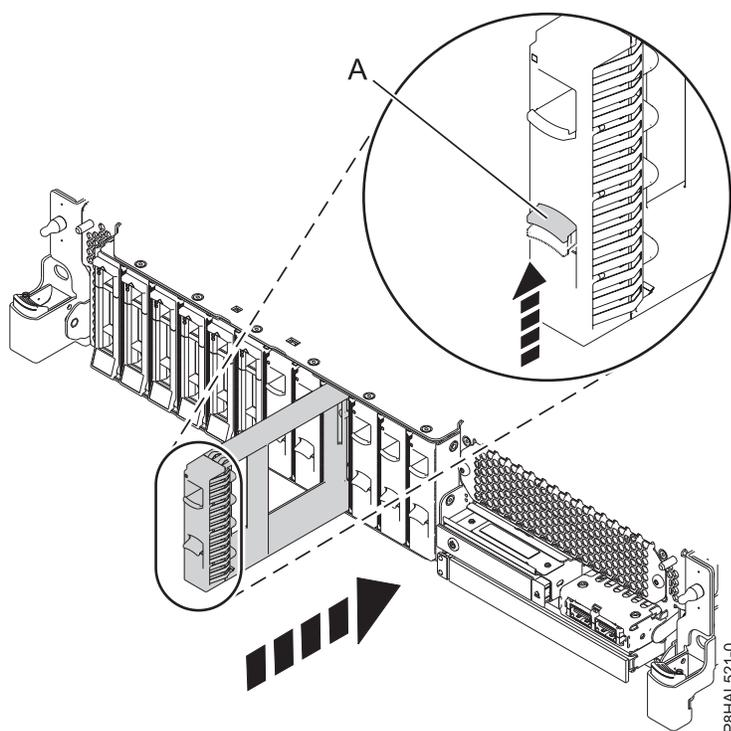
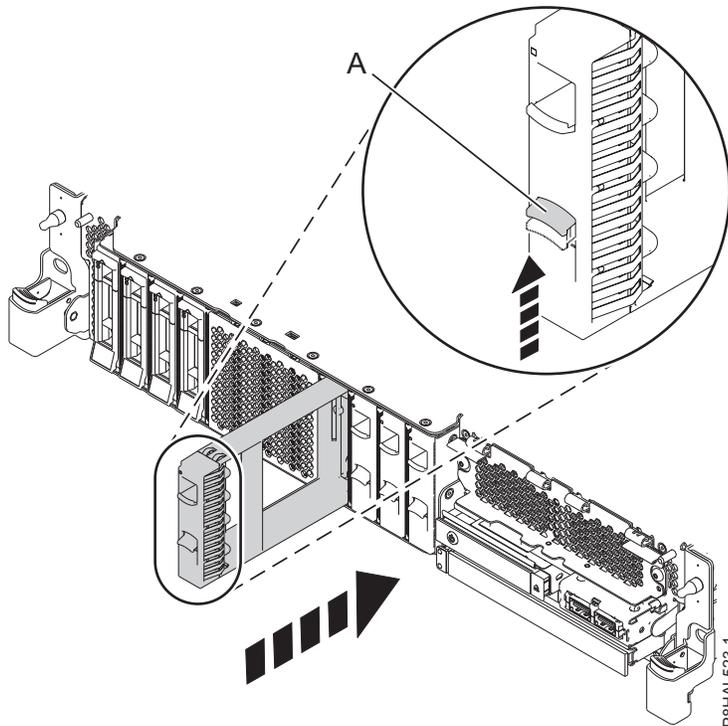

Figura 102. Instalar um enchimento de unidade de disco num sistema
Figura 103. Instalar um enchimento de uma unidade de disco num sistema de função expandida
2. Alinhe o enchimento da unidade de disco com a ranhura da unidade e empurre a pega do enchimento da unidade de disco completamente para dentro do sistema (A) até bloquear, como é mostrado na Figura 102 e a Figura 103 na página 108.